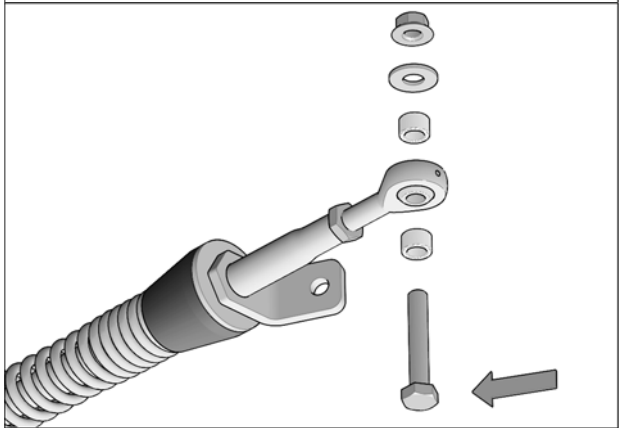

Fig. 15
9. Enlever les boulons, les rondelles et les espaces des rotules des bras stabilisateurs des systèmes avant. Insérer un boulon à l'extrémité de chacun des ancrages de suspension avant (A1-A2). Fig. 15